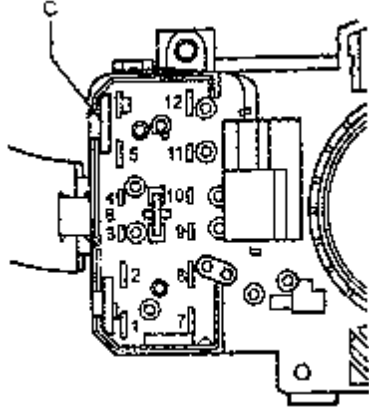

图 11-82 转向灯、远光、近光灯、闪光和停车灯开关
(2) 转向灯、远光、近光灯、闪光和停车灯的开关接线如图 11-82 所示